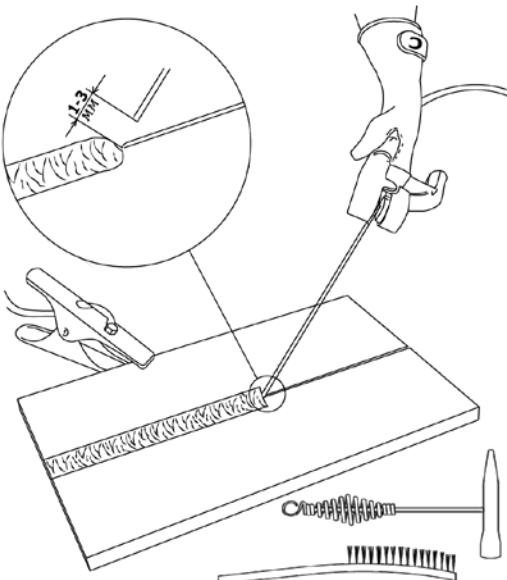

Рис. 8.2. Перед началом работы.
- 8.** Начинайте сварочный процесс (См. рис. 8.2).
Перед началом работы не забудьте проверить следующее (См. рис. 8.2):